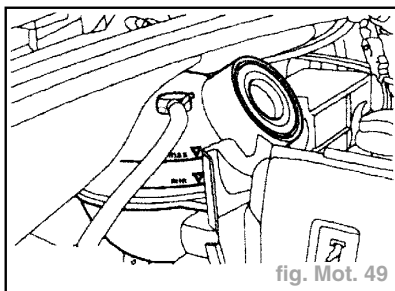

fig. Mot. 49
- Remplir le vase d'expansion jusqu'au repère MAX et replacer le bouchon (fig. Mot. 49).